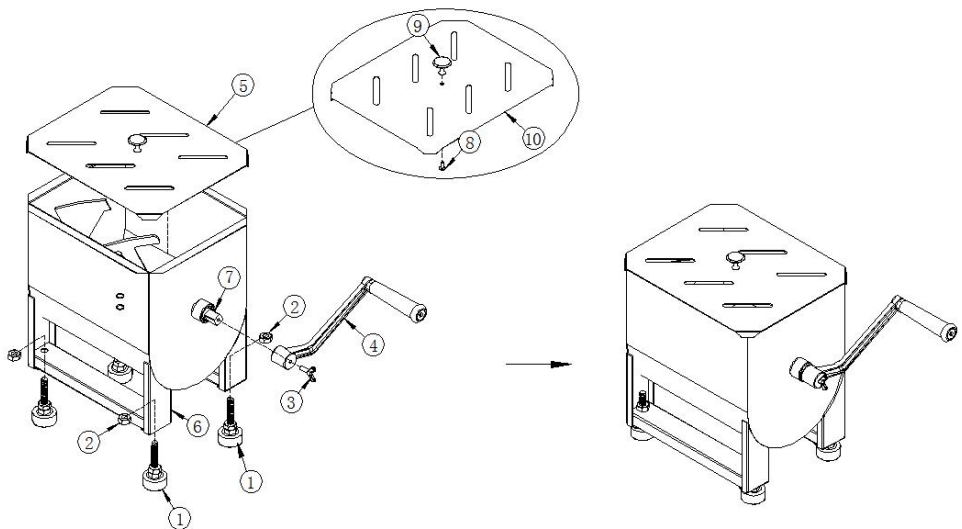

Imagen 1 Imagen 2
Paso 1: Ajustando la altura de las patas ① y la tuerca ② , fije la batidora de carne a las patas del tanque ⑥ (ver imagen 1).
Paso 2: Coloque el mango ④ en el eje cuadrado ⑦ del tanque ⑥ , apriete y fije el mango ④ con el tornillo de mariposa ③ (ver imagen 1).